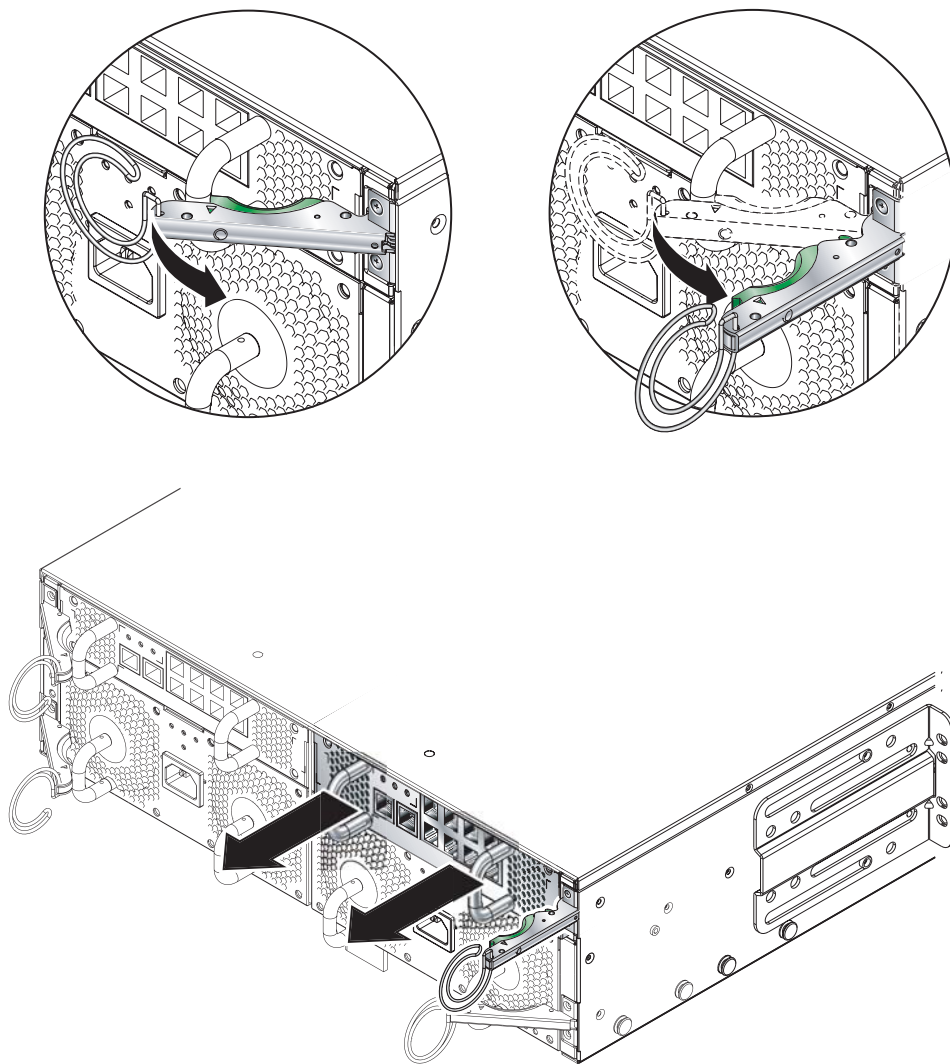

FIGURE 12-7 Dispositif d'éjection de l'unité commutateur/contrôleur système
3. Appuyez sur le dispositif d'éjection vert de l'unité commutateur / contrôleur système pour le déverrouiller, puis poussez le levier vers vous pour déconnecter l'unité commutateur / contrôleur système du châssis (FIGURE 12-7).
4. Vérifiez que le dispositif d'éjection est totalement ouvert et retirez l'unité commutateur / contrôleur système (FIGURE 12-7).